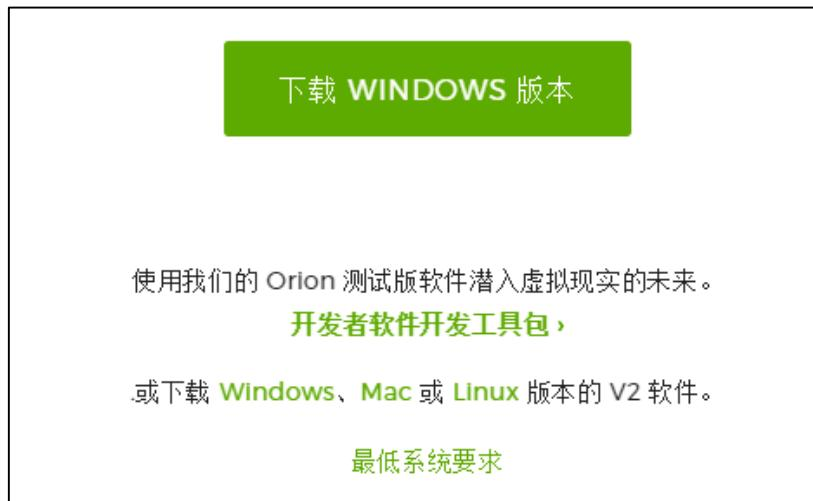

图 5.100 下载 Windows 版本的 Leap Motion 驱动
- 已获取 Leap Motion 驱动。访问 <https://www.leapmotion.com/setup/desktop/windows> 下载 Windows 版本的 Leap Motion 驱动。如图 5.100所示。